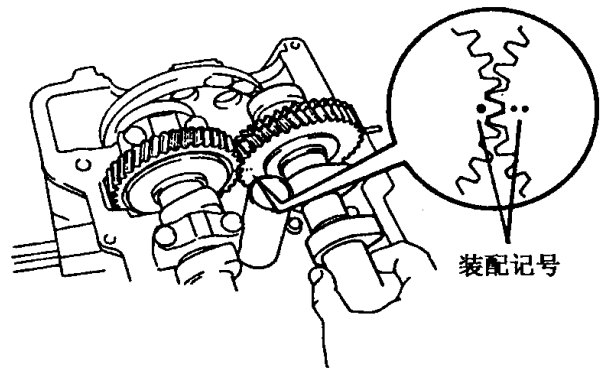

图 1-1-13 齿轮装配记号
⑤把排气凸轮轴放到缸盖上, 按图 1-1-13 所示对齐装配记号, 使两凸轮轴齿轮啮合。